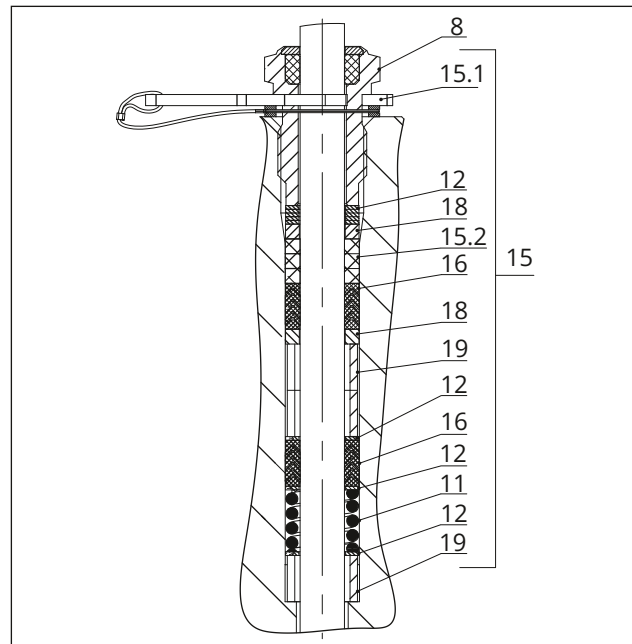
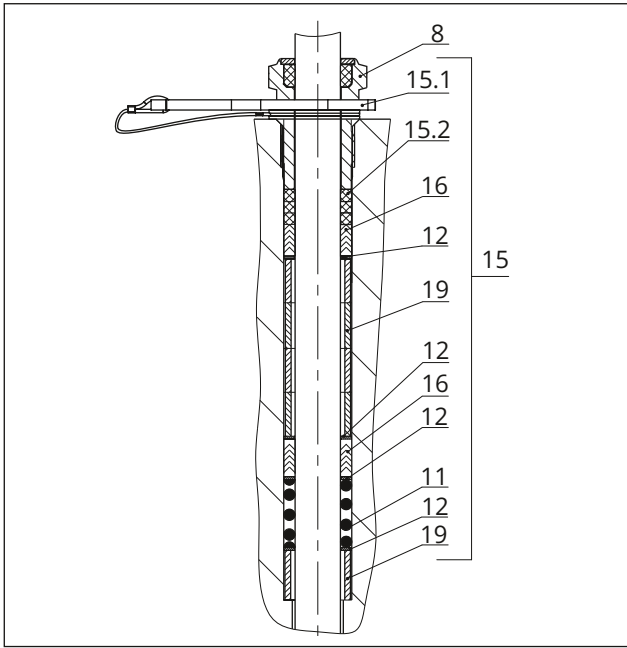

図 26: ADSEAL 増し締め型パッキ
図 27: ADSEAL 増し締め型パッキン
2. 適切な工具を用いて、弁軸の上方のパッキン部品をパッキンチャンバ内に慎重にスライドさせます。適切な手順に従ってください（図 26 または図 27 を参照）。
4. スペーサーリング（15.1、赤色）をねじ込みブッシング（8）とリテーニングリングの間に挿入します（図 26 または図 27 を参照）。
2. 適切な工具を用いて、弁軸の上方のパッキン部品をパッキンチャンバ内に慎重にスライドさせます。適切な手順に従ってください (図 26 または図 27 を参照)。
4. スペーサーリング (15.1、赤色) をねじ込みブッシング (8) とリテーニングリングの間に挿入します (図 26 または 図 27 を参照)。
① 注意